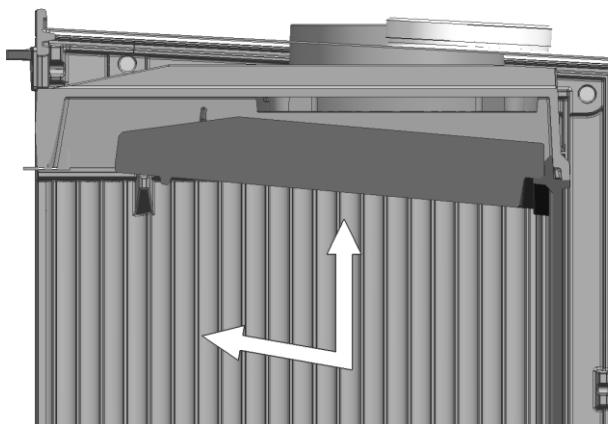
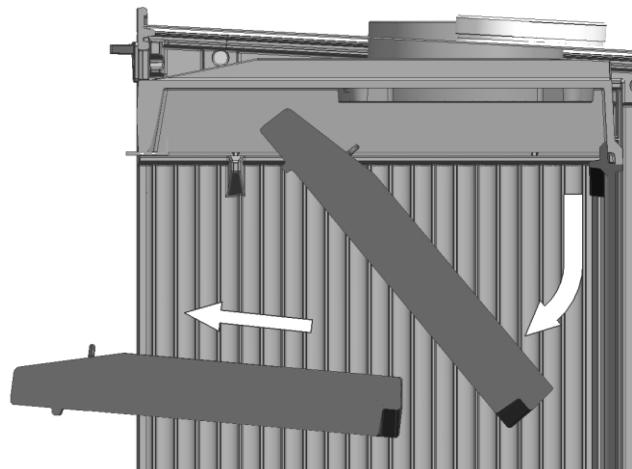

Fig. 1
Fig. 2
1. A –Deslizar la placa deflectora hacia delante y hacia arriba hasta sacar los pivotes de los laterales de los alojamientos del propio deflecto (Fig.1 y Fig. 2)
- a) Mantenga alejado cualquier material combustible (muebles, cortinas, ropa, etc.), a una distancia mínima de seguridad de 0,90m. (Fig.2)